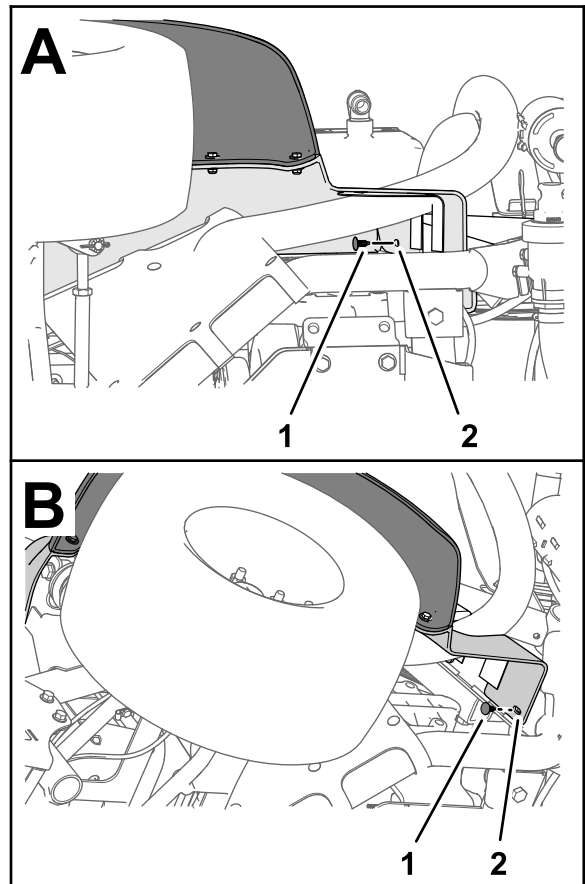

Figura 245
- Sujete el guardabarros al perfil del bastidor con las 2 grapas (Figura 245).